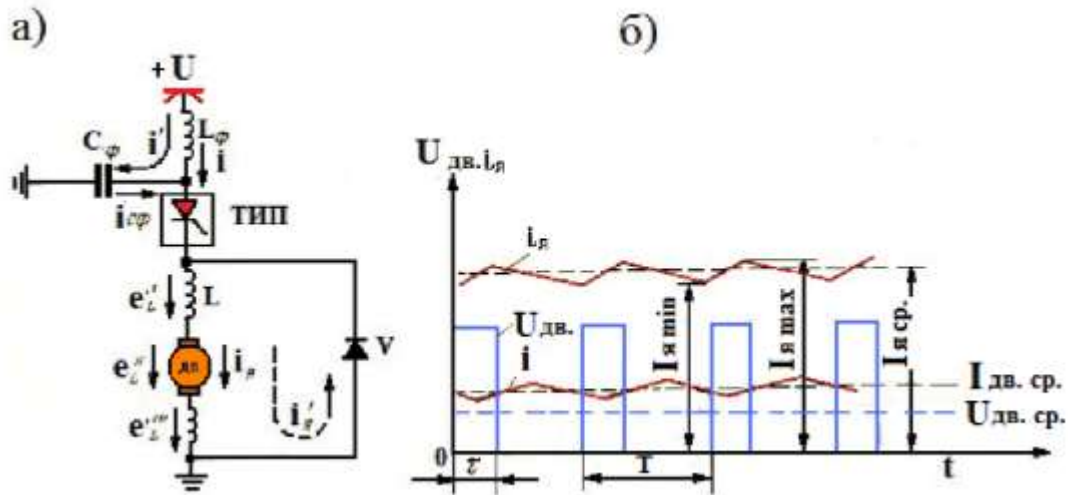

Рис. 15 Тиристорно-импульсный регулятор
Тиристорно-импульсный регулятор (Рис.15) состоит из фильтра Lφ-Сφ, тиристорно-импульсного прерывателя(ТИП), сглаживающего реактора (L) и обратного диода (V), шунтирующего последовательно включенного сглаживающего реактора (L) и обмотки двигателя.